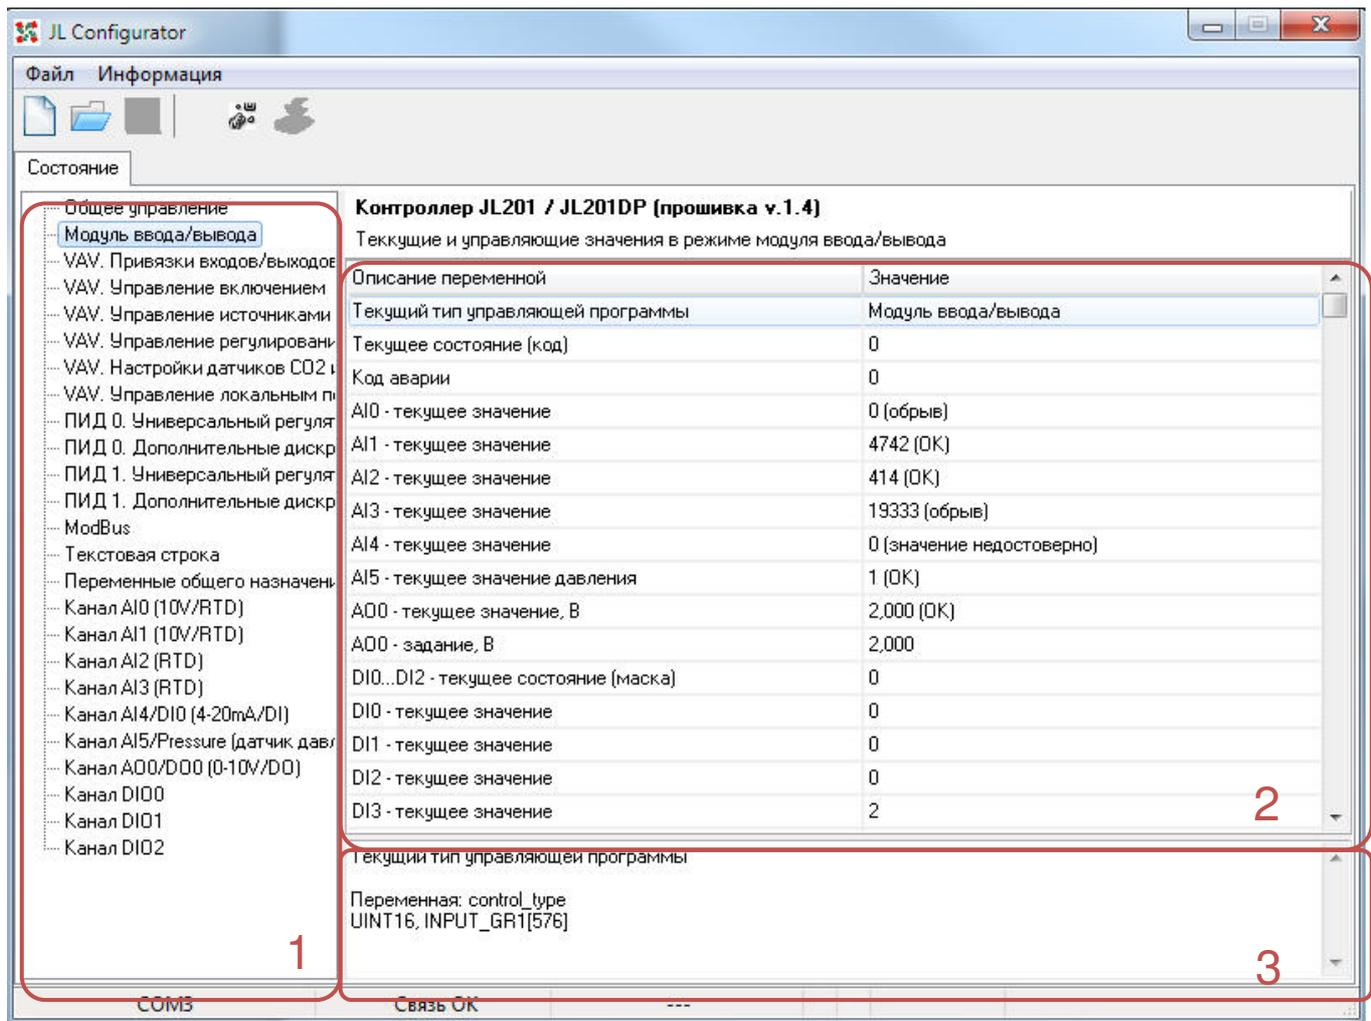

Рисунок 6.1 – Окно утилиты JL Configurator
Для настройки и отслеживания параметров контроллера из утилиты JLConfigurator необходимо открыть xml-файл с описанием этих параметров, выбрав пункт меню *Файл-Открыть файл описания*, или с использованием горячих клавиш *Ctrl-O*. Для установления связи утилиты с модулем необходимо нажать кнопку , если подключение выполнилось, в статусной строке внизу утилиты отобразится надпись *Связь OK*. В поле групп параметров (1) утилиты (рисунок 6.1) отобразятся группы, объединенные по категории ModBus-регистров модуля. При выборе каждой из категорий, в поле списка параметров (2) утилиты будет появляться набор параметров (соответствующих переменным ModBus-регистров). При выборе каждого из параметров будет отображаться пояснение в поле описания параметра (3) утилиты. В пояснении есть более подробное описание выбранного параметра, имя переменной на карте ModBus-регистров, ее тип, а также тип и адрес ModBus-регистра, в котором она лежит. Утилита JL Configurator позволяет как просматривать значения параметров, так и редактировать его значение, если параметр является настраиваемым (переменная ModBus лежит в области Holding-регистров). Для установки значения необходимо кликнуть два раза на нужном параметре. Если после установки значения нажата кнопка Enter или кнопка галочки возле поля редактирования, это значение сразу сохранится в памяти модуля.